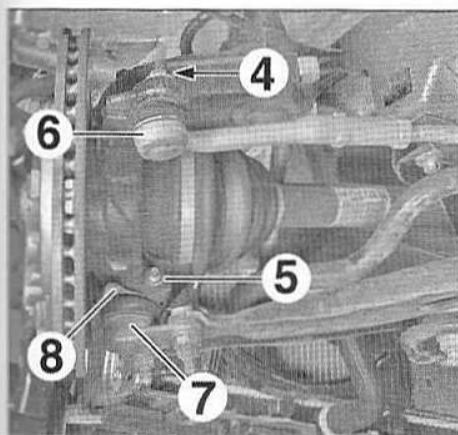

FIG.20
- Déposer (Fig.20) :
- l'écrou (4),
- le boulon de bridage (5) de la rotule inférieure.
- la rotule de direction (6),
- la rotule inférieure (7).
- Récupérer le protecteur (8) de la rotule.